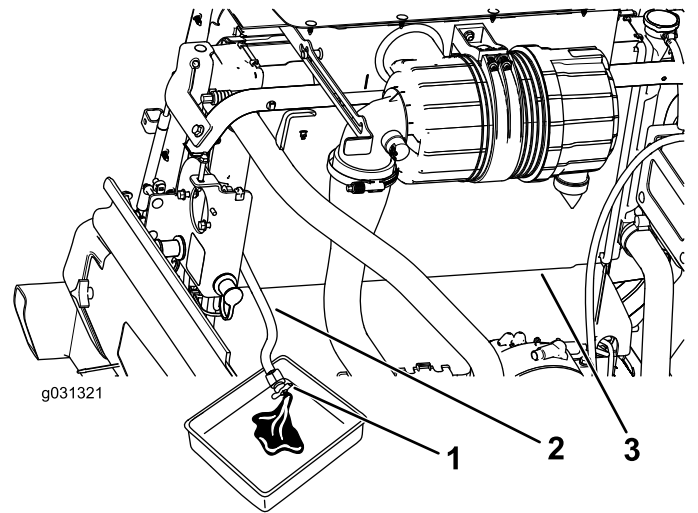

Figura 124
4. Cierre la válvula de la manguera de vaciado del radiador (Figura 124).
3. Coloque la manguera de vaciado del radiador en un recipiente de drenaje, abra la válvula de vaciado de la manguera del radiador, y vacíe el fluido en el recipiente de drenaje (Figura 124).